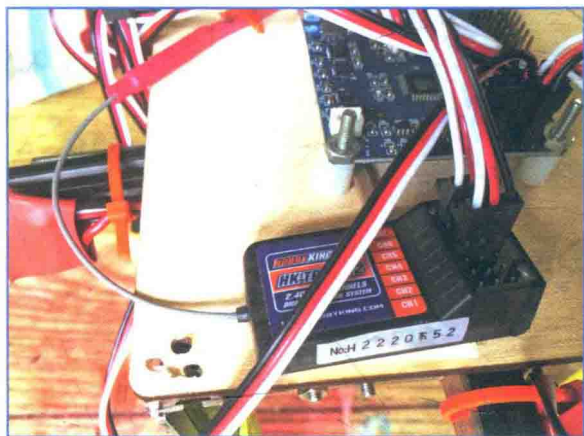

图 10.19 将飞行控制器连接到接收机
- 将标记为 THR（油门）的引脚连接到接收机的通道 1。确保正确插入电线：地线应该向着接收机边缘和 MultiWii 的边缘，如图 10.19 所示。